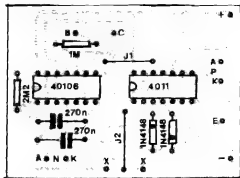

Fig.3
- FIG. 3 - CHAPEADO DA MONTAGEM - Novamente, graças à presença dos Integrados, muito pouca "coisa" é posicionada/soldada diretamente sobre a placa, descomplicando muito os trabalhos do montador... O Circuito Impresso, na figura, é visto pela sua face não cobreada. Os cuidados principais são: observar os códigos identificatórios dos Integrados, e as posições relativas das suas extremidades marcadas (ambas voltadas para a esquerda, na posição em que a placa é vista na figura...); notar a orientação dos dois diodos, referenciada pe-
las suas extremidades marcadas com um anel ou conta em cor diferente da do seu "corpinho" (o da esquerda tem a marca "para cima" e o da direita, "para baixo"...); não esquecer dos dois jumpers (simples "toquinhos" de fio, interligando ilhas/furos específicos...), codificados no desenho como "J1" e "J2"... No resto, é só não trocar os valores/posições dos dois resistores... Os capacitores são apenas dois, de idêntico valor, e não polarizados, portanto só erra quem for resultado do cruzamento da mais completa besta com a mais absoluta anta... Notar, ainda na fig. 3, as várias ilhas periféricas (junto às bordas da plaquinha), destinadas às conexões externas (detalhadas na próxima figura...). Todas elas estão devidamente codificadas, de modo a não permitirem confusões (quem adquirir o GANHÔMETRO em KIT - ver Anúncio em outra parte da presente Revista - já recebe a plaquinha pronta, com o chapeado - fig. 3 - demarcado em silk-screen, com o que a montagem virá autêntica brincadeira...).